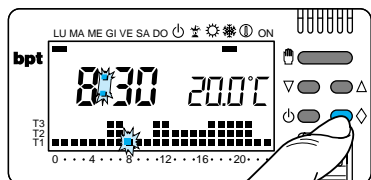

Fig. 43
9.4 - Per uscire dal programma JOLLY e riportare l'apparecchio in funzionamento AUTOMATICO premere nuovamente il pulsante (fig.43).